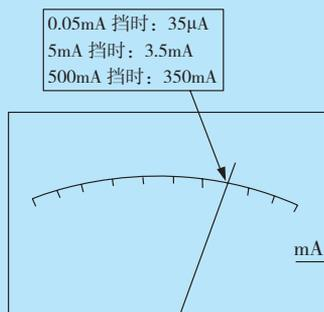

图 1-18 电流表指示的读数方法
(1) 把转换开关拨到直流电流挡，选择合适的量程。
(2) 将被测电路断开, 将万用表串接于被测电路中。务必注意正、负极性, 应使电流从红表笔流入、从黑表笔流出, 不可接反。
(3) 根据指针稳定时的位置及所选量程正确读数。电流表指示的读数方法是: 满度值(刻度线最右边)等于所选量程挡位数, 根据表针指示位置折算出测量结果。在图 1-18 的示例中, 当测量选择开关位于“0.05 mA”挡时, 指示值为  $35 \mu\text{A}$ ; 选择开关位于“5 mA”挡时, 指示值为 3.5 mA; 选择开关位于“500 mA”挡时, 指示值为 350 mA; 依此类推。